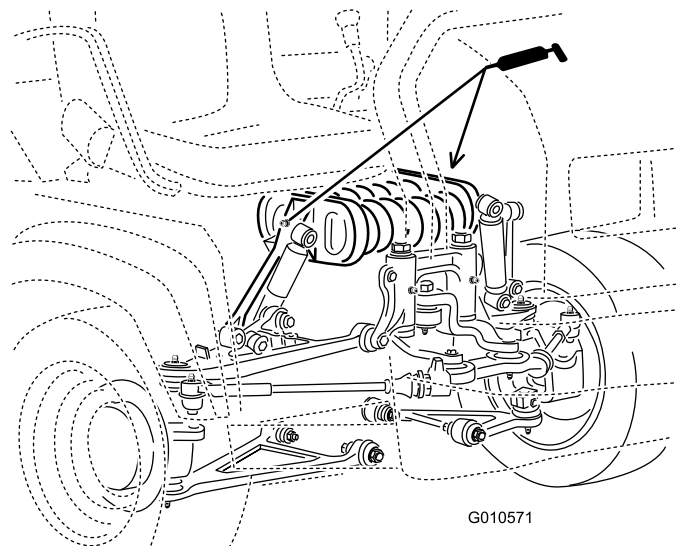

Figura 36
- Armazón del muelle (2), según se muestra en Figura 36